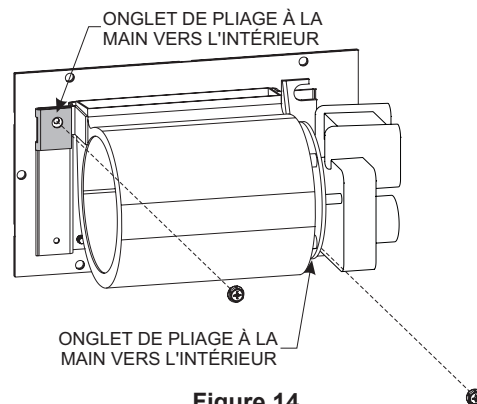

Figure 14
6. Plier la patte, tel qu'illustré à la Figure 14 et la fixer solidement à l'aide de deux (2) vis.